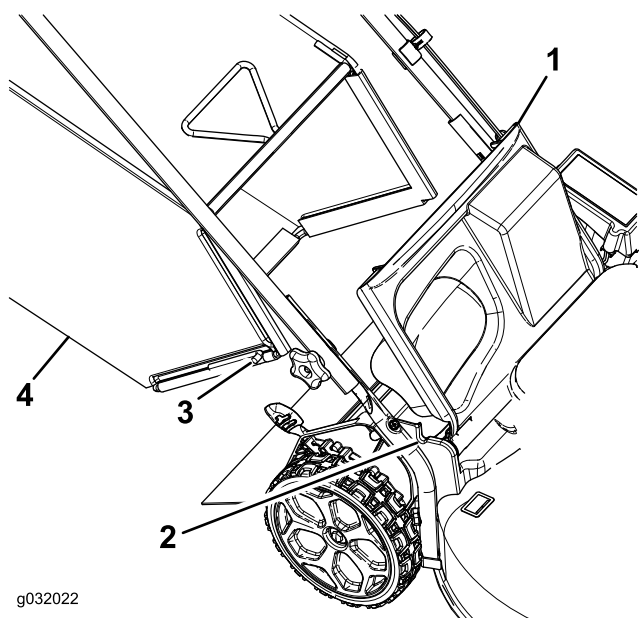

Figure 20
1. Soulevez le déflecteur arrière (Figure 20).
2. Insérez les extrémités de la tige du bac à herbe dans les crans des supports du guidon (Figure 20).